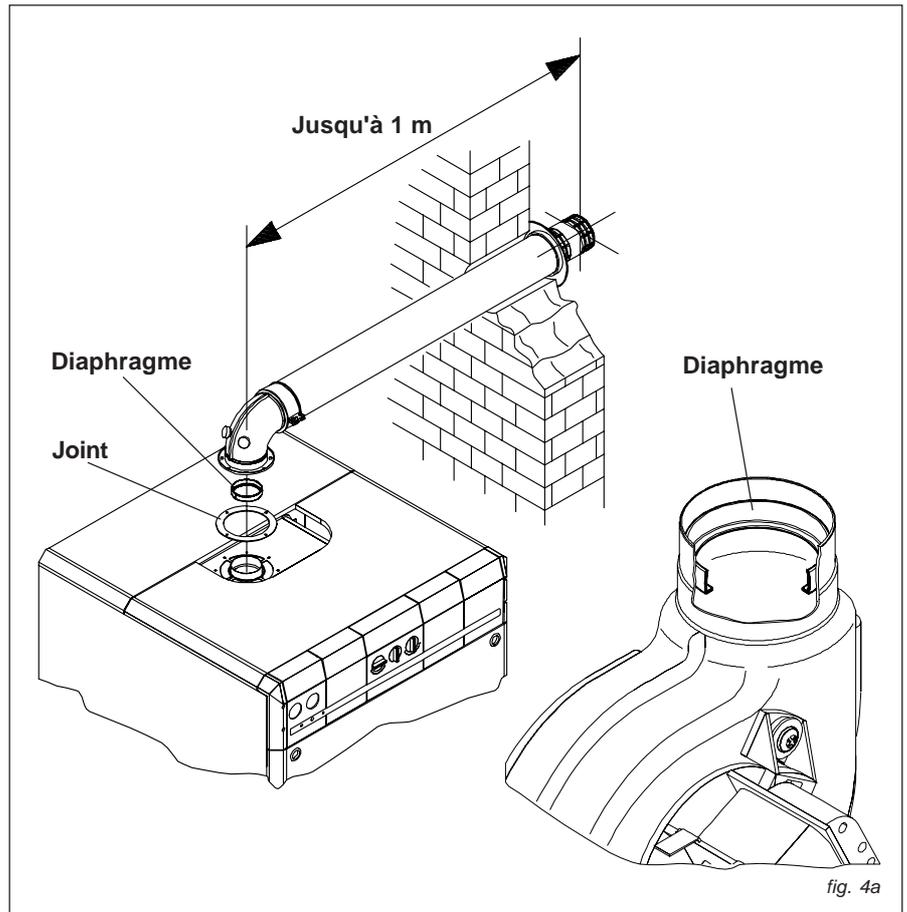

fig. 4a
**NB:** La longueur maximale admissible de la ventouse concentrique est de 3 m. Jusqu'à une longueur de 1 m, il faut installer le diaphragme, fourni de série dans l'emballage de la chaudière, à l'intérieur du conduit d'évacuation des fumées du ventilateur (voir fig. 4a). Toutes les fois qu'un coude supplémentaire est nécessaire, la longueur maximale doit être réduite d'un mètre.